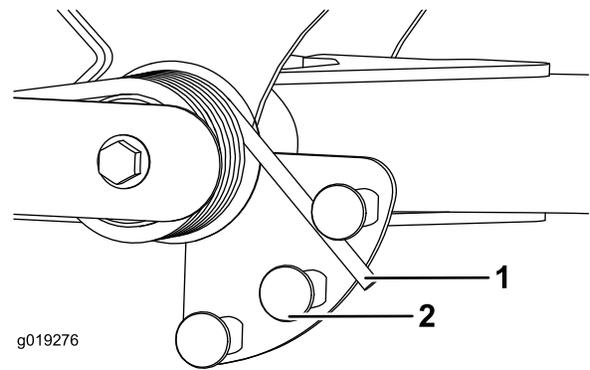

Figure 40
3. Tout en détendant le ressort, retirez le boulon et le contre-écrou de fixation de l'actionneur de ressort au support (Figure 40).